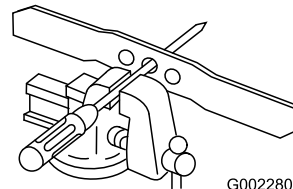

Figura 33
1. Verifique o equilíbrio da lâmina colocando o orifício central sobre um prego ou a haste de uma chave de fendas, presos na horizontal num torno (Figura 33).